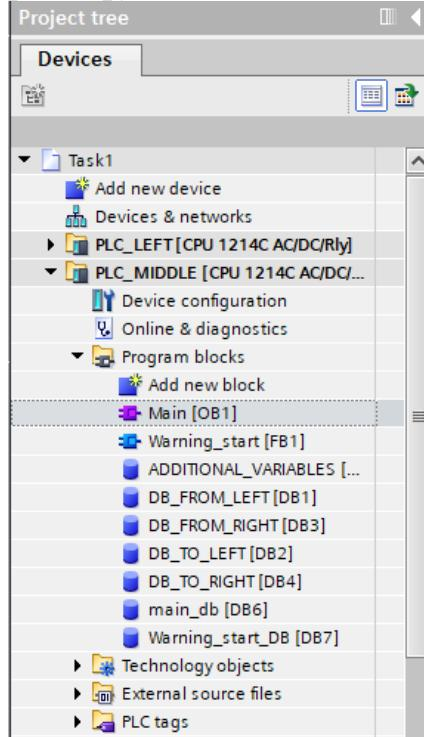

Рис. 1.2 – Дерево проекта и расположение функционального блока
3. В дереве проекта (рис. 1.2) выполнить переход: **Task1 → PLC_MIDDLE → Program Blocks**. Затем открыть функциональный блок **Warning_start**.